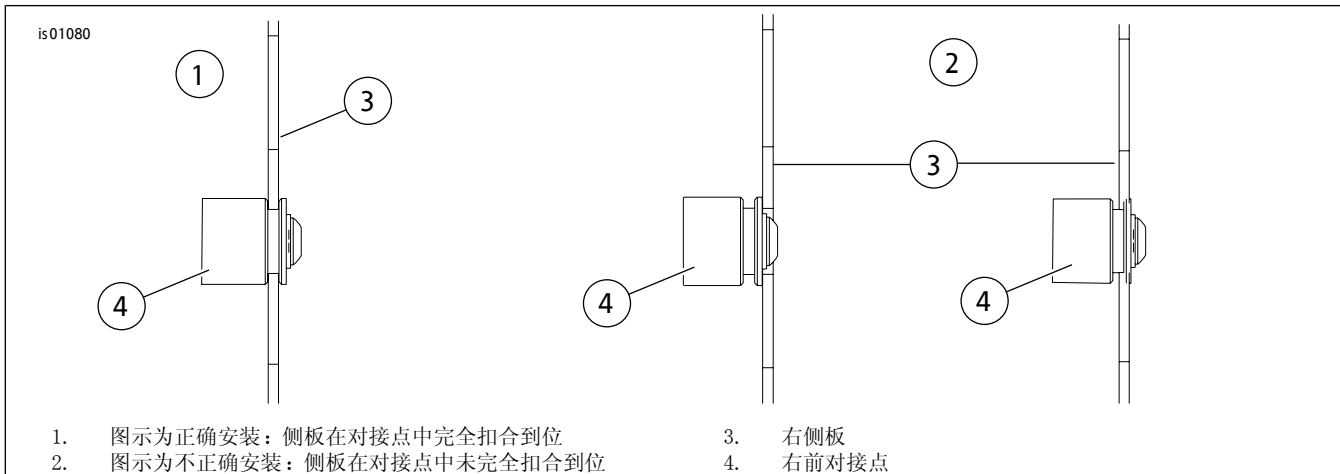
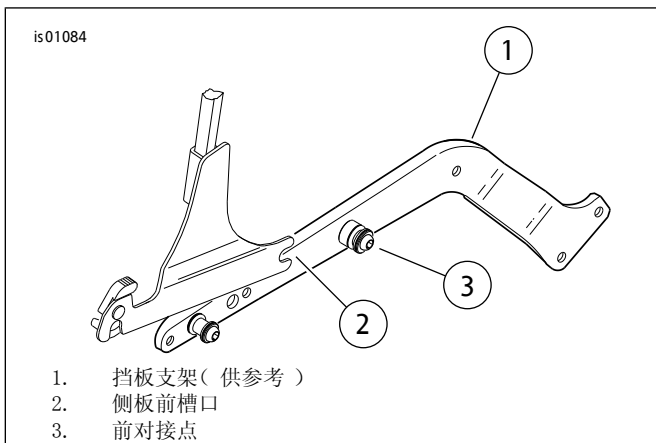
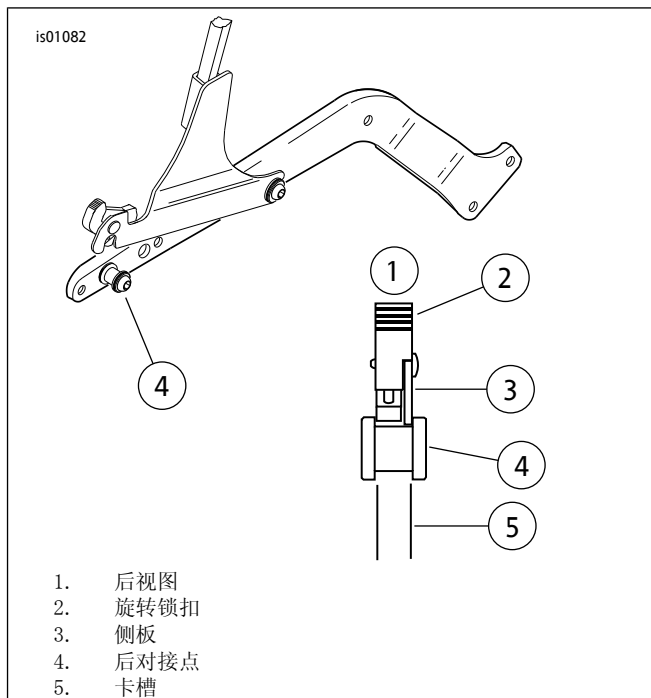
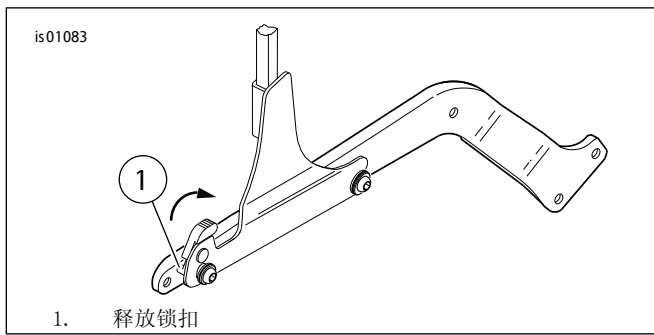

图2。必须将侧板正确安装至对接点中
图3。将前槽口置于前对接点中
图4。拉回旋转锁扣，将侧板降至后对接点
图5。向前充分按压锁扣以关闭旋转锁扣。
1. 参见图2。注意侧板(3)在对接点(4)中的扣合情况：正确安装(1)和不正确安装(2)。
2. 参见图3。站在摩托车后方，将前侧板槽口(2)置于前对接点(3)中，如图3中所示。(此插图中未完整显示侧板倒U形杆组件。)参见图2查看正确和不正确侧板位置视图。
根据步骤2和图2的说明检查对准情况。未能将对接点与侧板正确对准可导致后对接点损坏。
3. 参见图4。将旋转锁扣(2)拉回至其最后端位置，如图4所示。在后对接点(4)上方定位后旋转锁扣，确保锁扣和侧板(3)安装至后对接点卡槽(5)中，如图4中后视图所示。这可能需要轻微挤压或伸展侧板。
4. 向下推动并将锁扣杆向前压至其极限位置关闭旋转锁扣，如图5所示。锁扣到位后会发出咔嚓声。如果锁扣不容易关闭，切勿强行操作。重新检查对准情况，如图4和图2所示。
5. 拆下侧板时，按压释放锁扣( 1 )，如图5所示，并将旋转锁扣杆拉回。小心地将侧板后部抬起，将侧板拉出前对接点。